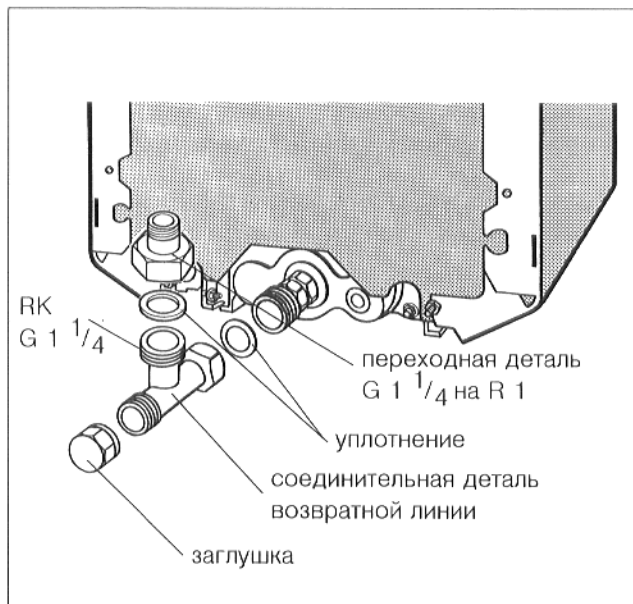

Рис. 10
- Вложить уплотнение в резьбовое соединение соединительной детали возвратной линии и привинтить деталь к питающей детали возвратной линии котла (рис. 10).
- Вложить плоское уплотнение в гайку переходной детали и привинтить переходник к боковому отводу соединительной детали возвратной линии (рис. 10).